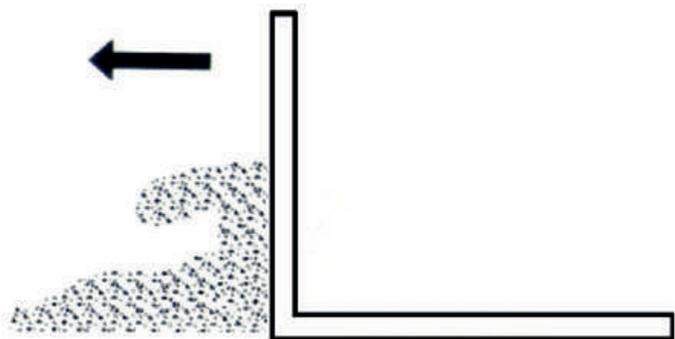

Рис. 3. Направление перемещения виброрейки по обрабатываемой поверхности
- взявшись за рукоятки, медленно перемещайте виброрейку за собой по обрабатываемой поверхности для уплотнения и разравнивания бетонного раствора (см. рис. 3).